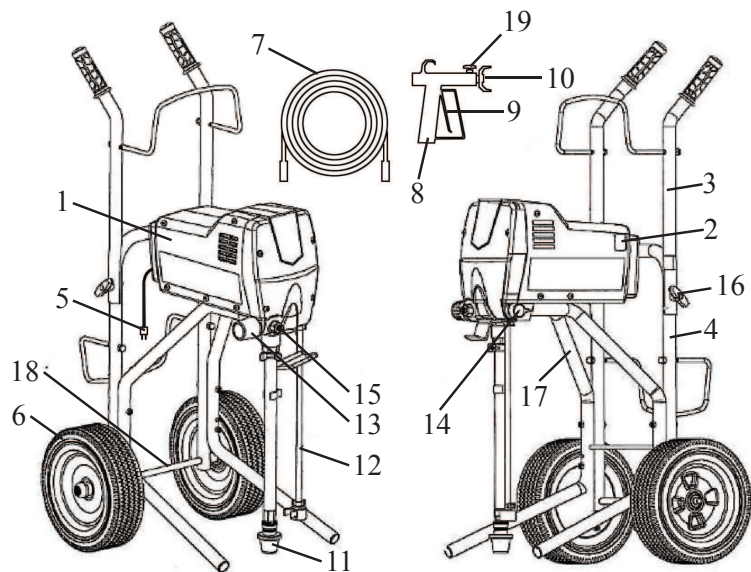

рис. 1
3.1 Общий вид АБР представлен на рис.1 \*
6.1.1 Установите верхнюю часть рамы **3** (рис. 1) на нижнюю **4** (рис. 1) и зафиксируйте винтами **16** (рис. 1)
6.1.2 Установите на раму стойку-основание **17** (рис. 1) и зафиксируйте с помощью болтов и гаек (входят в комплект поставки)
6.1.3 На стойку **17** (рис. 1) установите корпус АБР **1** (рис. 1)
6.1.4 На нижнюю часть рамы **4** (рис. 1) установите ось **18** (рис. 1), затем установите колёса для транспортировки **6** (рис. 1)
6.2.2 Подсоедините один конец шланга **7** (рис. 1) к выходному штуцеру **15** (рис. 1) а другой к приёмному штуцеру краскопульта **8** (рис. 1). Регулятором **13** (рис. 1) производится регулировка давления.
6.2.3 С помощью хомутов подключите 2 шланга для всасывания краски **11** и **12** (рис. 1). В зависимости от вязкости краски, регулятором **14** (рис. 1) производится регулировка всасывания.
6.3.2 Затем подключите вилку 5 (рис. 1) к розетке питания электрическим током.
6.3.3 Переведите выключатель 2 (рис. 1) в положение «Вкл.»
Перед началом распыления необходимо проверить краскопульт на шаблоне, произвести калибровку давления подачи краски 13 (рис. 1), подачи краски 14 (рис. 1), настроить винт распыления 19 (рис. 1).